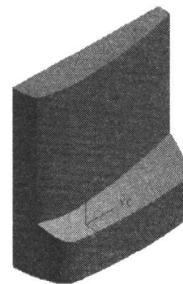

图 1-7 吸尘口实体
- 选择布尔运算为相加（Unite），运算结果见图 1-7。